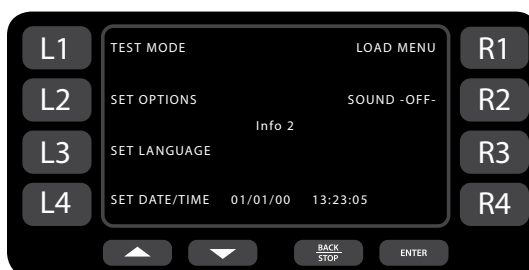

Figura 13: pantalla 2 del modo de información
Desde la pantalla 2 del modo de información (Figura 13) usted puede:
Desde la pantalla 2 del modo de información (Figura 13), presione la tecla suave L3 para ver el listado de idiomas disponibles. Cada vez que la tecla L3 es presionada, aparecerá en la pantalla un idioma diferente en el siguiente orden: Ingles (omitido), Español, Francés, Alemán, Portugués, Italiano, Ruso, Griego, Polaco.
Desde la pantalla 2 del modo de información (Figura 13, página 11), presione la tecla suave L2 para tener acceso a la pantalla de “Set Options” (Figura 14). Cuando se le pida ingrese la contraseña presionando las teclas 9 4 2 8 y presione la tecla “Enter”.
Desde la pantalla 2 del modo de información (Figura 13, página 11?), presione la tecla suave L4 para acceder a la pantalla de fecha y hora “Set Date/Time” (Figura 15). Desde esta pantalla, usted puede programar el la hora exacta en encendido automático “auto on”, y apagado automático “auto off”.
1. Ir a la pantalla 2 del modo de información (Figura 13, página 11)
1. Ir a la pantalla 2 del modo de información (Figura 13, página 11).